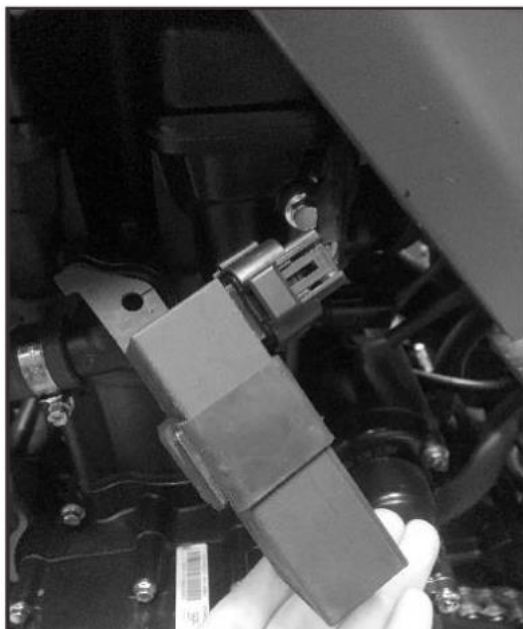

Figura 2
1. Gire la llave de contacto a la posición OFF. El cambio de fusible se debería hacer sustituyendo el fusible fundido por otro nuevo del mismo amperaje: 15A o 10A. Afloje el tornillo de fijación del soporte de la caja eléctrica al bastidor (Figura1) y luego retire la caja eléctrica con su soporte (Figura 2).